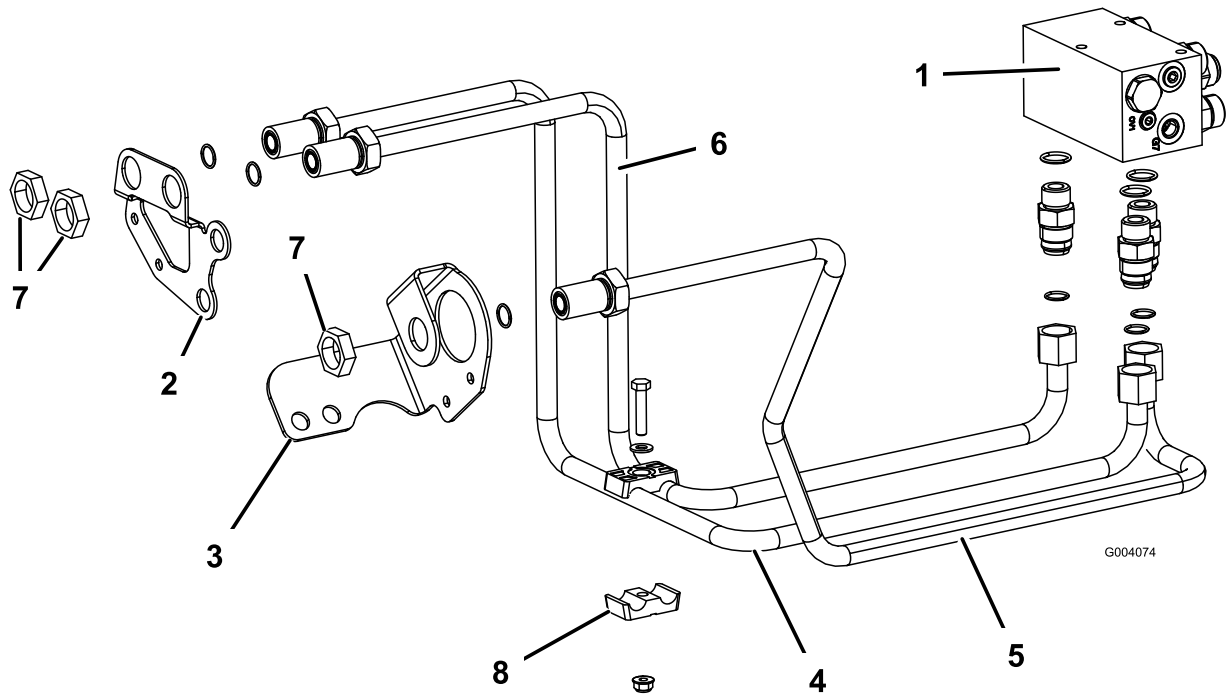

Figura 10
2. Fixe a traseira do tubo hidráulico à união do coletor e a frente ao anteparo com uma porca de bloqueio (1-5/16 pol.); consulte a Figura 10.
3. Encaminhe o tubo hidráulico, peça n.º 108-7626, desde o encaixe central do coletor etiquetado com "REV" ao orifício no suporte esquerdo do anteparo da estrutura (Figura 10).
5. Encaminhe o tubo hidráulico, peça n.º 108-7625, desde o encaixe direito do coletor etiquetado com "LF" ao orifício esquerdo no suporte direito do anteparo da estrutura (Figura 10).
7. Fixe as 2 linhas direitas do anteparo juntas com as metades do grampo de tubo, parafuso (5/16 x 1½ pol.), anilha plana e uma porca de bloqueio (5/16 pol.); consulte a Figura 10.